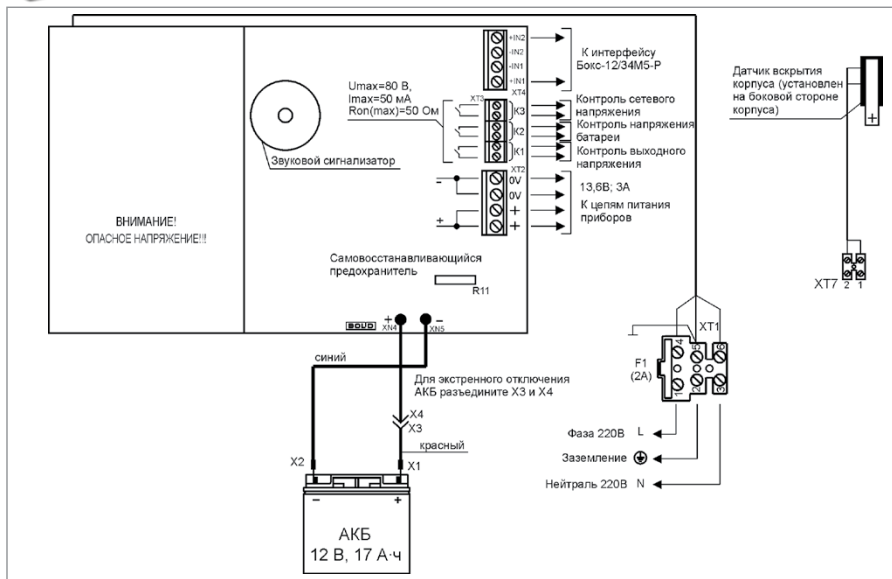
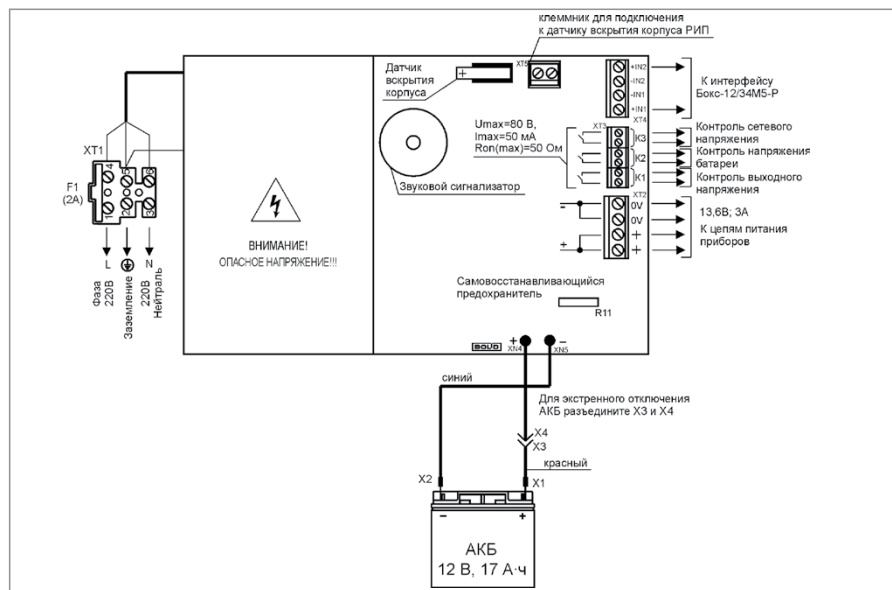
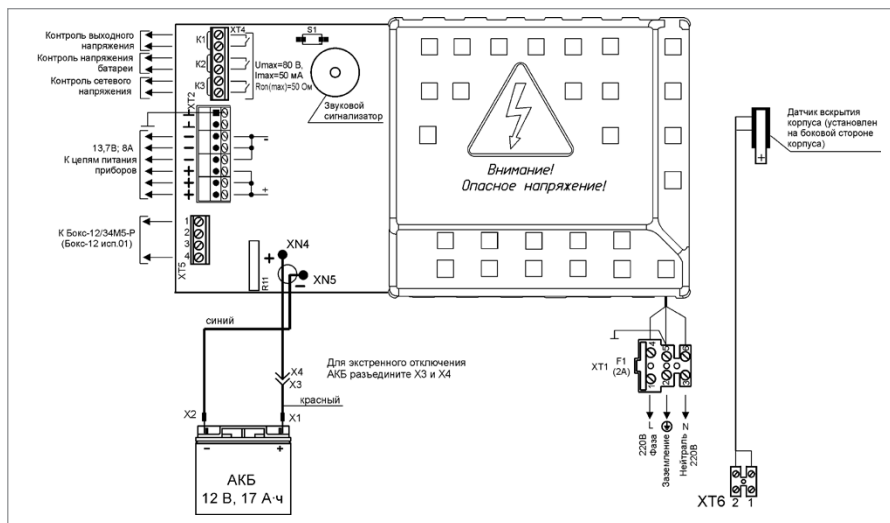

Рисунок 12. Схема подключения РИП-12 исп.15 (РИП-12-3/17М1-Р)
Рисунок 13. Схема подключения РИП-12 исп.16 (РИП-12-3/17П1-Р)
Рисунок 14. Схема подключения РИП-12 исп.17 (РИП-12-8/17М1-Р)
1.5. Схемы подключения РИП-12 исп.15 (РИП-12-3/17М1-Р), РИП-12 исп.16 (РИП-12-3/17П1-Р), РИП-12 исп.17 (РИП-12-8/17М1-Р), приведены на Рисунок 12, Рисунок 13 и Рисунок 14.
2.10. Отключите аккумуляторную батарею от платы РИП, отсоединив контакты Х1, Х2 от клемм АКБ (см. Рисунок 12 и Рисунок 13).